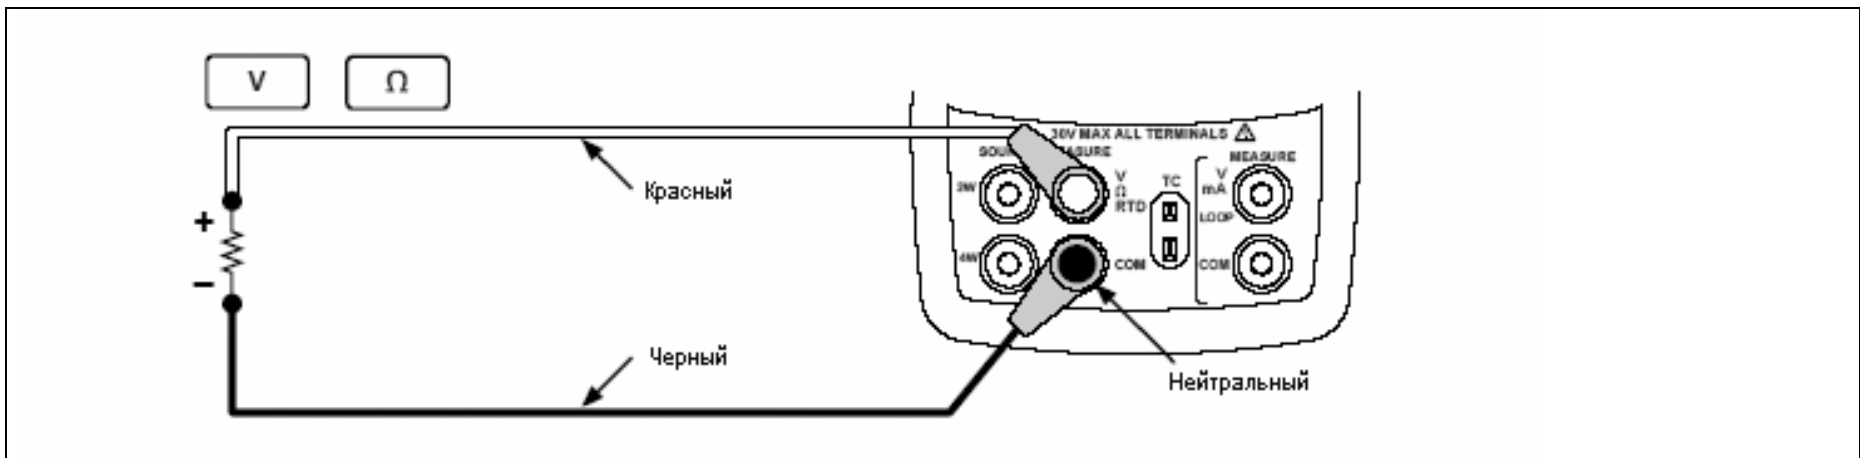

Рис. 12. Схема соединений для использования калибратора в качестве источника электрических сигналов
1. Подключите измерительные провода, как показано на рис. 12, в зависимости от выбираемой функции.